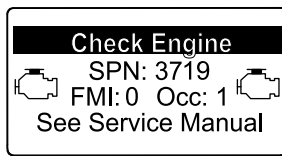

Bild 48
- Motorwarnung SPN 3719, FMI: 0 (Bild 48)